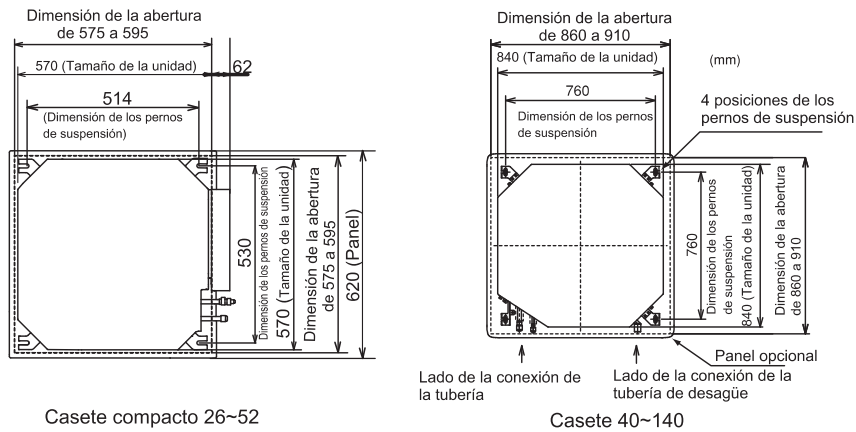

Imagen 3.3 Abertura del falso techo y pernos de suspensión
- (1) Determine la ubicación final y la dirección de instalación de la unidad interna y ponga mucha atención en el espacio para la tubería, cableado y mantenimiento. El diseño del panel para la instalación está impreso en el paquete. Corte el diseño para la abertura del falso techo y la instalación de los pernos de suspensión.
- (2) Corte el área para la unidad interna en el falso techo e instale los pernos de suspensión como se muestra en la Imagen 3.3.